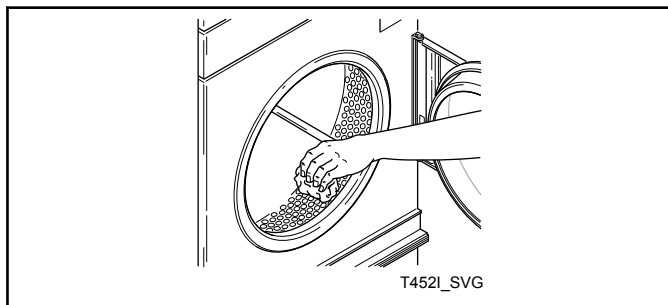

Figura 6
10. Limpe o tambor utilizando um detergente ou produto de limpeza multiusos e água. Consulte a *Figura 6*.